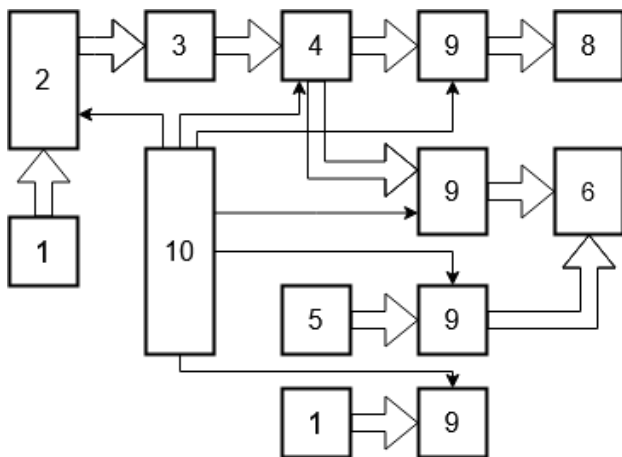

Рисунок 1 – Структурна схема кавомашини
Сучасні побутові та професійні кавомашини дозволяють практично повністю автоматизувати процес приготування кави. Водночас, існують рецепти, які потребують використання додаткових пристроїв. До них відносяться капучіно, лате, мока та інші. В основі рецептів цих напоїв використовується кава еспресо до якої додаються різноманітні інгредієнти: молоко, сиропи, шоколад, збиті вершки, тощо. На рис.1 показана структурна схема системи керування такою кавомашиною. До її складу входять: резервуар з водою (1), насос (2), витратомір (3), бойлер (4), контейнер для молока (5), піноутворювач (6), контейнер для сиропу (7), блок дозатора кави (8), електромагнітні клапани (9), пристрій керування (10).